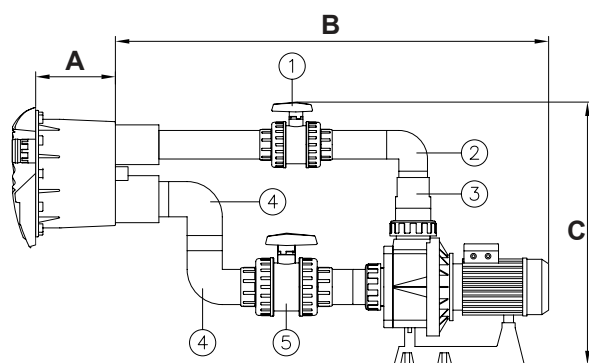

Fig. 7
- Incollare un tubo Ø 75 mm (*) alla presa di mandata della nicchia (vedi fig. 7).
- Incollare la valvola Ø 75mm (n.1, Fig. 7) al tubo Ø 75mm (*).
- Incollare il tubo Ø 75mm (*) alla valvola Ø 75mm (n.1, Fig. 7).
- Incollare il gomito Ø 75mm. (n.2, Fig. 7) al tubo Ø 75mm (*).
- Incollare il tubo Ø 75mm (*) al gomito (n.2, Fig.7).
- Incollare la riduzione conica 90/75/63 mm (n.3, Fig. 7) al gomito Ø 75mm (n.2, Fig. 7) e al raccordo della pompa Ø 90mm.
- Usando un tubo Ø 90mm (*), incollare un gomito Ø 90mm (n.4, Fig.7) alla presa di aspirazione della nicchia (vedi Fig. 7).
- Usando un tubo Ø 90mm (*) si unirà l'altro gomito Ø 90mm. (n.4, Fig.7) al gomito già incollato (vedi Fig. 7).
- Incollare la valvola Ø 90mm (n.5, Fig. 7) al gomito (n.4, Fig. 7) utilizzando un tubo Ø 90mm (*) per unirli.
- Incollare un tubo Ø 90 mm (*) alla valvola (n.5, Fig. 7) ed al raccordo della pompa Ø 90mm.